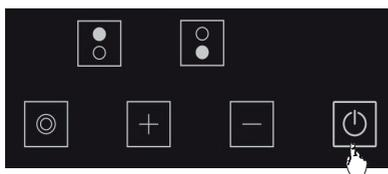

Rysunek 9
2. Naciśnąć raz przycisk wyboru odpowiedniej płyty grzewczej. Przy pierwszym dotknięciu wyświetlana jest ikona **0**. (Patrz rys. 9)